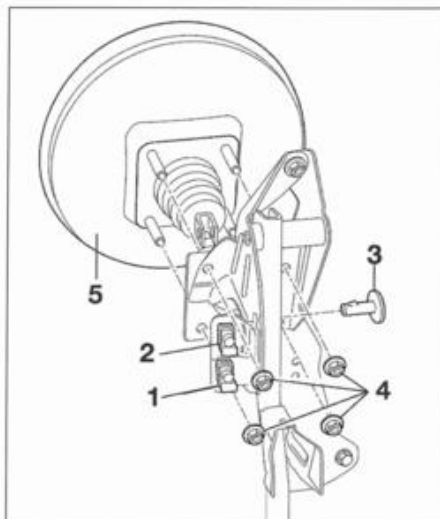

FIG. 21
- el contactor (1) de luces de stop del pedal de freno (fig. 21).
- el contactor (2) de desactivación del regulador de velocidad del pedal de freno (según montaje).